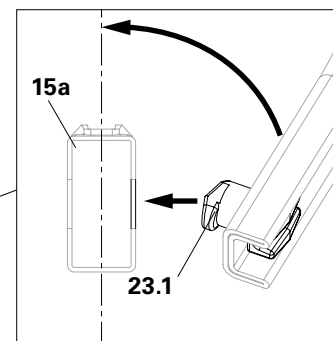

Abb. A4.07b
2. Einhängenoppe (**23.1**) der Riegeldiagonale UBL (**23a**) schräg in die Bohrung des unteren Horizontalriegels UH Plus (**15a**) einstecken und Riegeldiagonale an das Grundgerüst heranschwenken. (Abb. A4.07b)